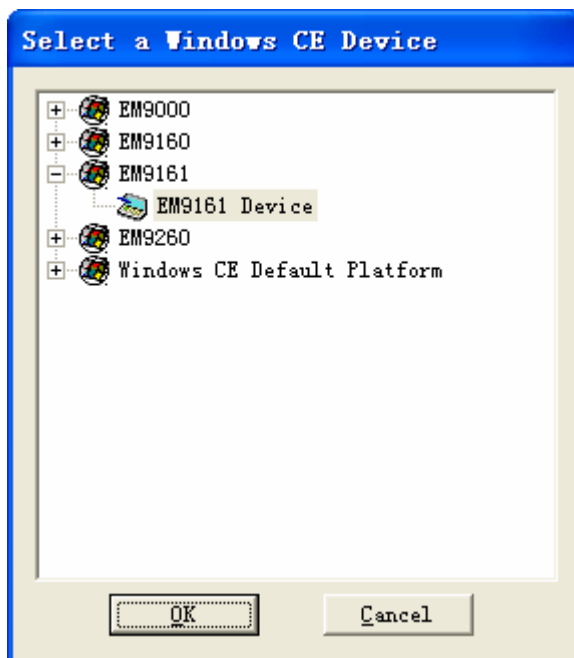

图 3-21 选择英创 ARM9 嵌入式模块 Device
8、在弹出的对话框中选择目标设备（如：**EM9161 Device**），如图 3-21 所示。